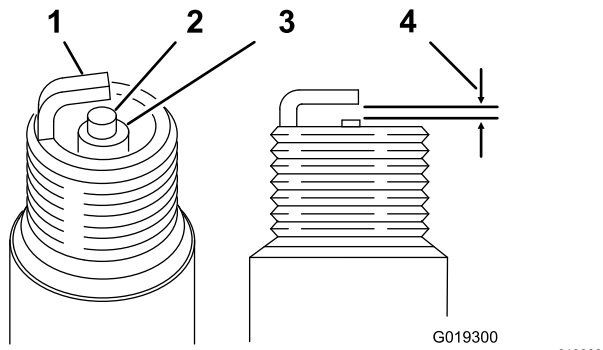

図 44
5. それぞれの点火プラグについて、中央の電極と側面の電極とのすきまを、0.76 mm に調整する(図 44を参照)。ガスケットシールと共に点火プラグを